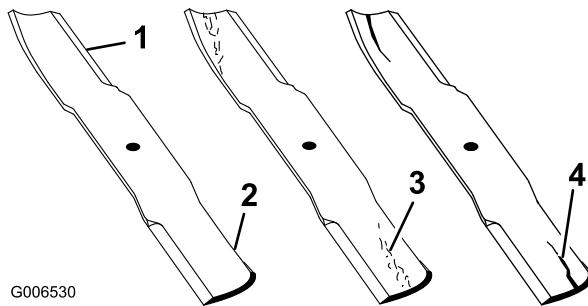

Figura 50
1. Inspeccione los filos de corte (Figura 50). Si los bordes no están afilados o tienen muescas, retire las cuchillas y afílelas. Consulte Afilado de las cuchillas.
2. Inspeccione las cuchillas, especialmente la parte curva (Figura 50). Si observa daños, desgaste o la
formación de una ranura en esta zona (Figura 50), instale inmediatamente una cuchilla nueva.